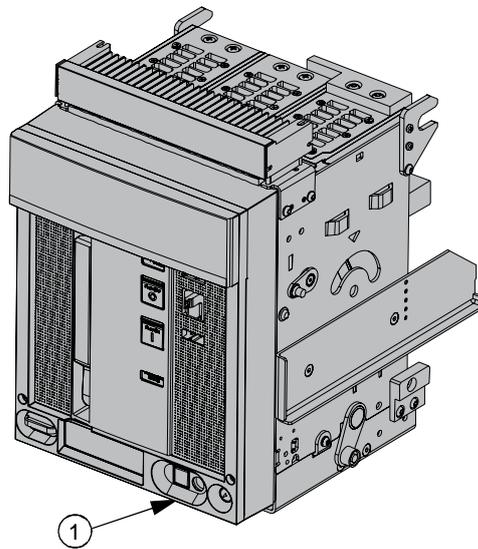

Fig. 1
c) l'eventuale pressione del pulsante (1) (fig. 1) rende impossibile la manovra dell'interruttore stesso.
c) the accidental pression of the push-button (1) (fig. 1) bring to lock the circuit breaker operativity.
c) macht das Drücken von Drucktaster (1) (Abb. 1) das Betätigen des Leistungsschalters unmöglich. **SOFERN ES NICHT UNBEDINGT ERFORDERLICH IST, DEN DRUCKTASTER NICHT BETÄTIGEN.** Sollte es infolge unbeabsichtigten Drückens der Taste (1) erforderlich sein, wieder die normalen Betriebsbedingungen herzustellen, den beweglichen Teil in die Position «test isolated» bringen und die angegebenen Vorgänge in der umgekehrten Reihenfolge wiederholen, um den beweglichen Teil wieder in die Position «disconnected» zu bringen (Punkt 11).
c) en appuyant sur le bouton-poussoir (1) (fig. 1) la manoeuvre du disjoncteur est impossible. **EVITER D'APPUYER SUR CE BOUTON-POUSSOIR SI CELA N'EST PAS EXPRESSEMENT DEMANDE.**
c) la presión del pulsador (1) (fig. 1) inhibe la maniobra del interruptor.